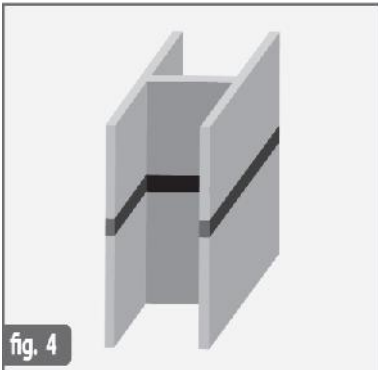

fig. 4
- Imbinari in statii de tratare si stocare a apei (fig. 4) ;